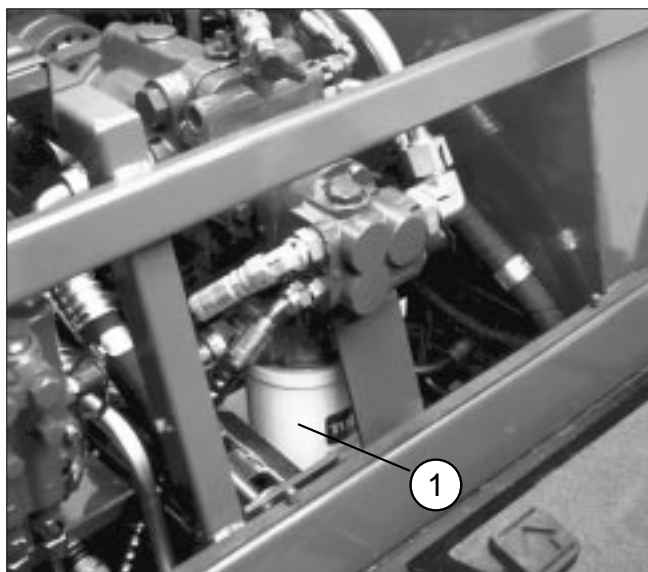

図38
2. フィルタ取り付け部付近をきれいに拭きます（図38）。フィルタの下に廃油受けを置き、フィルタを外します。